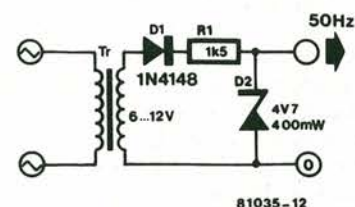

Figura 12. Il circuito di taratura usato per la messa a punto del misuratore.
a. Se si usa un trasduttore di velocità che genera degli impulsi (per via optoelettronica oppure induttiva), si dovrà utilizzare il circuito di taratura di figura 12. Questo è in grado di produrre impulsi a 50 Hz e dovrebbe essere collegato agli ingressi di